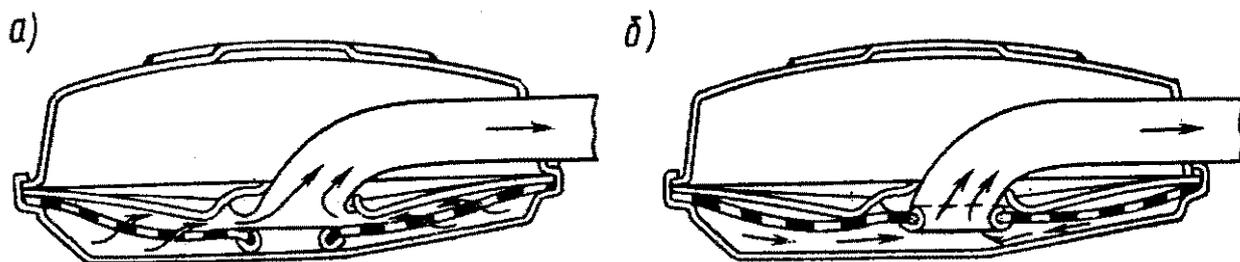

Рис. 14. Схема работы маслоприемника:
**Маслоприемник** — с выпуклой сеткой, имеющий посредине отверстие. В нормальном состоянии сетка прижимается средней частью к поддону поплавка, закрывая отверстие, и масло поступает в насос только через нее (рис. 14, *a*).
При засорении сетки от разрежения, создаваемого масляным насосом, она отжимается от поддона, отверстие в центре открывается и освобождается проход масла к насосу помимо сетки (рис. 14, *б*).